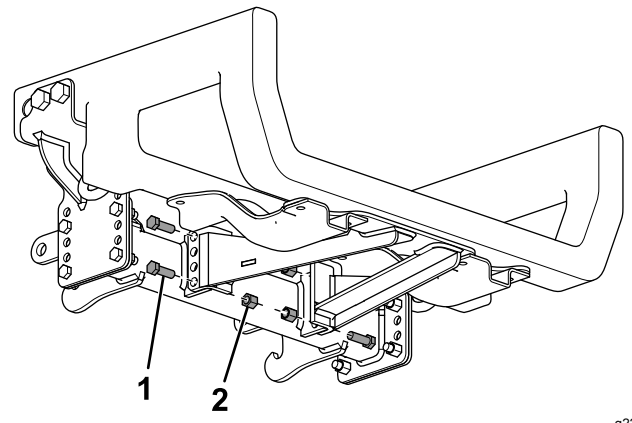

Bild 4
8. Befestigen Sie den Schubrahmen mit vier Schrauben (1/2") und vier Muttern an der Winkelhalterung (Bild 4).